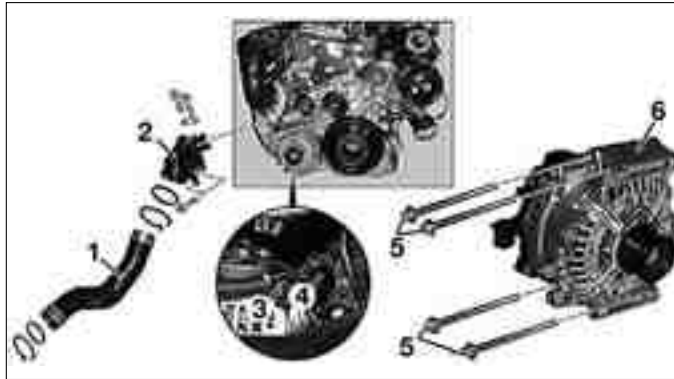

FIG. 1
- el manguito de aire de sobrealimentación (1) (fig. 1).
- el colector de aire de sobrealimentación (2).
- Desatornillar y desconectar los bornes (3) y (4).